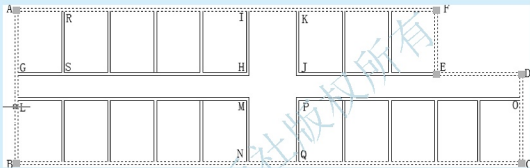

图 2.45 多线的整体关系
- 理解多线的整体关系: 在无命令的情况下, 在 AB 线上单击, 结果如图 2.45 所示。可以看出, AB、BC、CD、DE、EF、FA 这 6 段墙是整体关系。图 2.45 中显示出的蓝色方块是冷夹点, 冷夹点在图形的特征点处显示, 按 Esc 键可取消冷夹点显示。